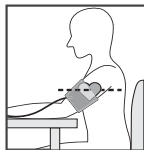

Рис. 3
1. Сядьте у стола так, чтобы во время измерения артериального давления Ваша рука опиралась на его поверхность. Удостоверьтесь, что место наложения манжеты на плече находится приблизительно на той же самой высоте, что и сердце, и что предплечье свободно лежит на столе и не двигается (рис. 3).